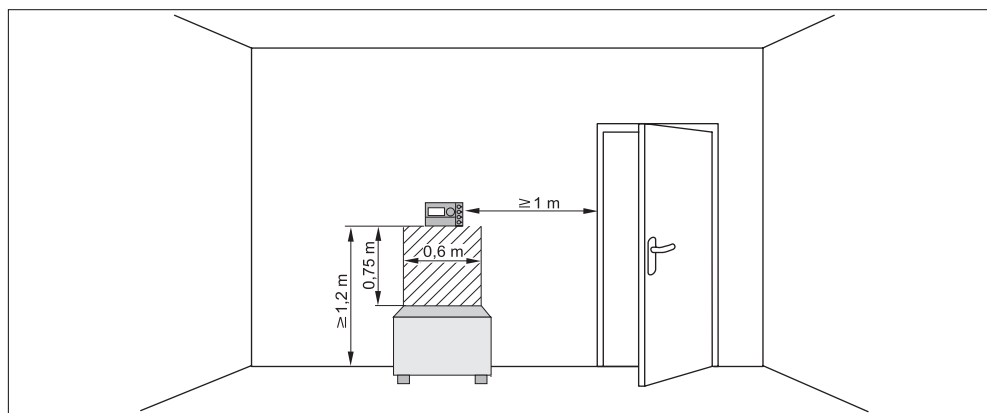

Fig. 1 Distances minimales pour le montage dans la pièce de référence
- Position de montage sur un mur intérieur (figure 1)
- Laisser de l'espace (figure 1, surface rayée) sous le régulateur (mesure correcte de la température).